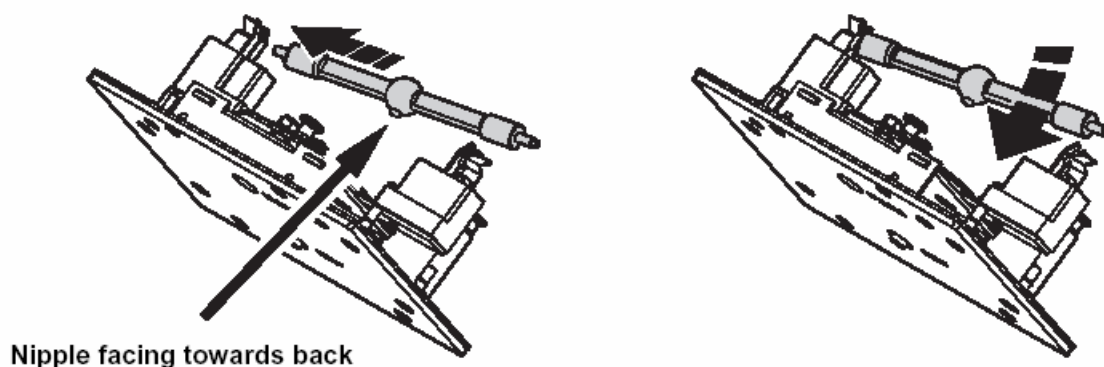

Figure 3: Lamp insertion
5. Расположим колбу так, чтобы её сосок смотрел назад, вставьте левый край новой лампы в патрон. Отогните правый зажим и вставьте другой край лампы. (см.рисунок 3)